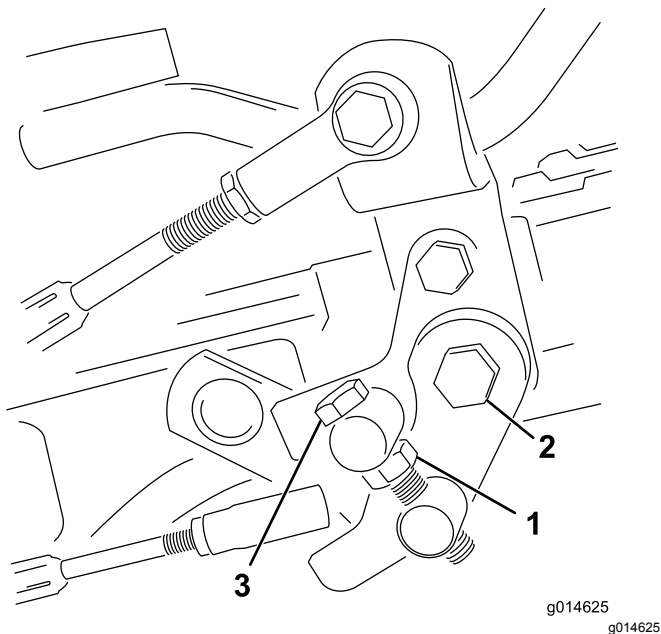

Bild 48
1. Lösen Sie die Klemmmutter an der Drehzapfenkopfschraube (Bild 48).
4. Ziehen Sie die Klemmmutter an der Drehzapfenschraube und die Mutter am Pedalgelenk fest, um die Einstellung zu arretieren (Bild 48). Prüfen Sie die Einstellung und nehmen Sie ggf. eine weitere Einstellung vor.